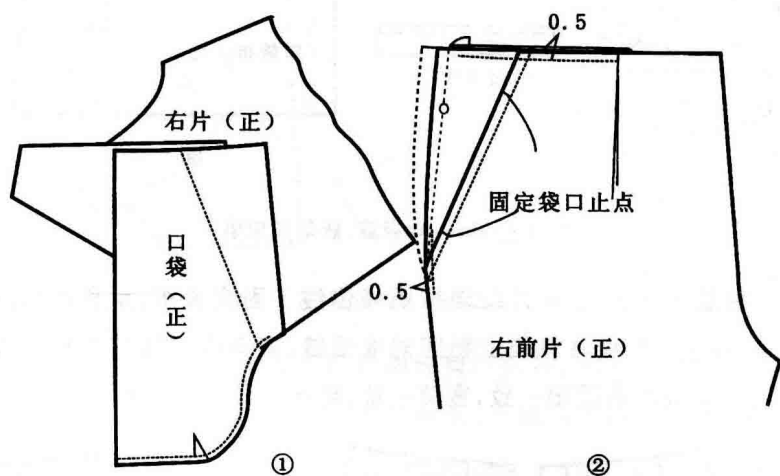

图 1.1-14 封袋口
翻缉袋布(见图 1.1-14-①):口袋翻正并熨烫平整。沿袋口边缉线 0.5cm。
封袋口(见图 1.1-14-②):裤子正面朝上,放平整裤片与口袋,按照口袋宽位置做套结封口;然后翻开袋布,将袋垫与前裤片缉线 0.5cm 接顺固定,再将袋布与腰口固定。